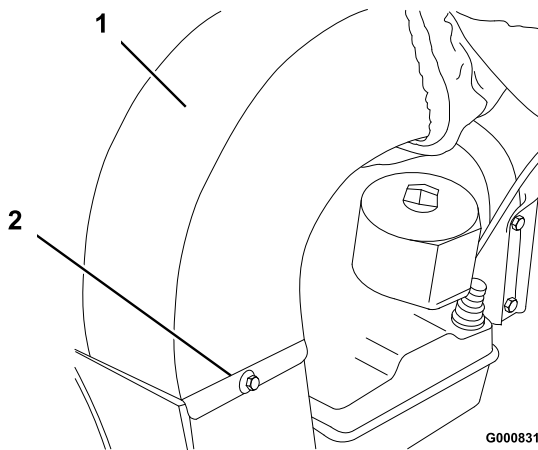

Figura 8
1. Montate la guida di scarico e fissatela con un bullone (1/4 x 12,7 mm) e una rondella elastica (1/4 pollice) (Figura 8).